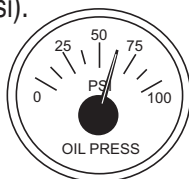

Figure 47. Jauge de pression d'huile
7. Le manomètre de pression d'huile du moteur (Figure 47) indique la pression d'huile du moteur. Dans des conditions de fonctionnement normales, la pression d'huile doit être comprise entre 193 et 586 kPa (35 et 65 psi).